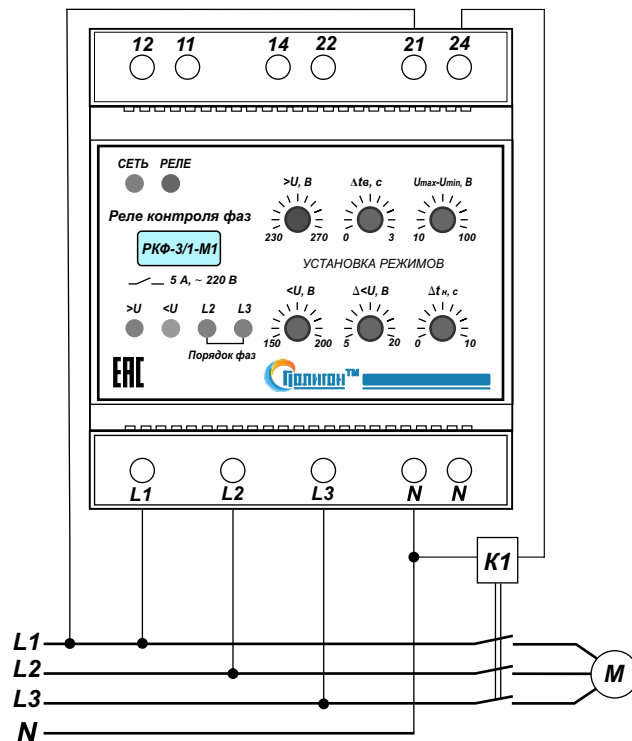

Рис. 1. Типовая схема подключения реле РКФ-3/1-М1.
4.3 Произвести подключение входной контролируемой сети, цепей управления и сигнализации согласно маркировке (рис.1): L1, L2, L3 — фазы; N — нейтраль; 11, 21 — переключающий контакт реле; 14, 24 — нормально разомкнутый контакт реле; 12, 22 — нормально замкнутый контакт реле. Сечение силовых подключаемых проводов должно быть не более 1,5 мм кв.